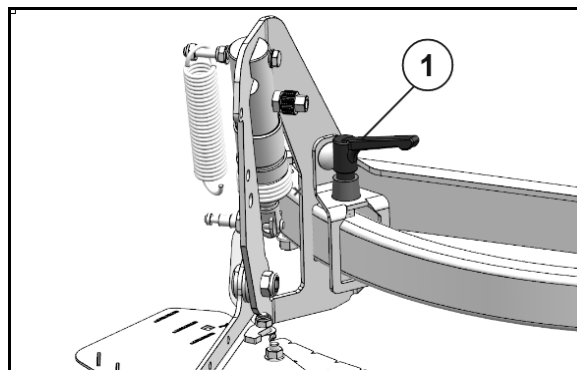

Fig. 63
1. Pentru aceasta eliberați maneta de fixare (Fig. 63/1).